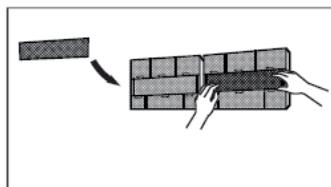

fig. 17 -
4. Wyjąć filtr oczyszczający powietrze znajdujący się z tyłu filtra głównego ("fig. 17 -") i wyczyścić go odkurzaczem.